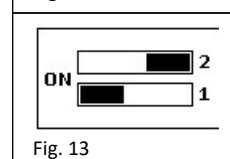

Fig. 13
- Mettre le DIP 2 sur ON si les dispositifs utilisés sont de type NC (fig. 13) ;